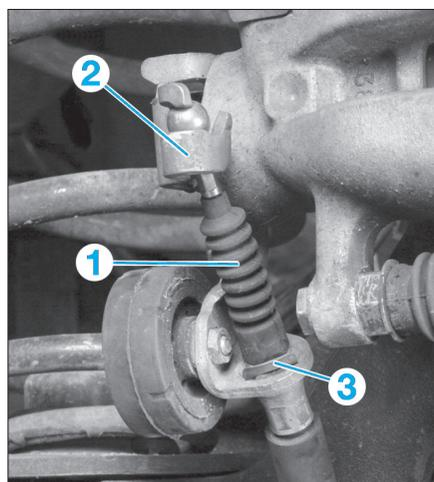

FIG. 6
- Décrocher le câble (1) de frein de stationnement du levier d'étrier (2) (Fig.6).
- l'agrafe (3) de maintien du câble sur le support,